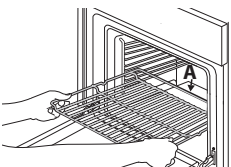

Рис. 1
1. Вставьте решетку горизонтально так, чтобы выступ А был обращен вверх (рис. 1).